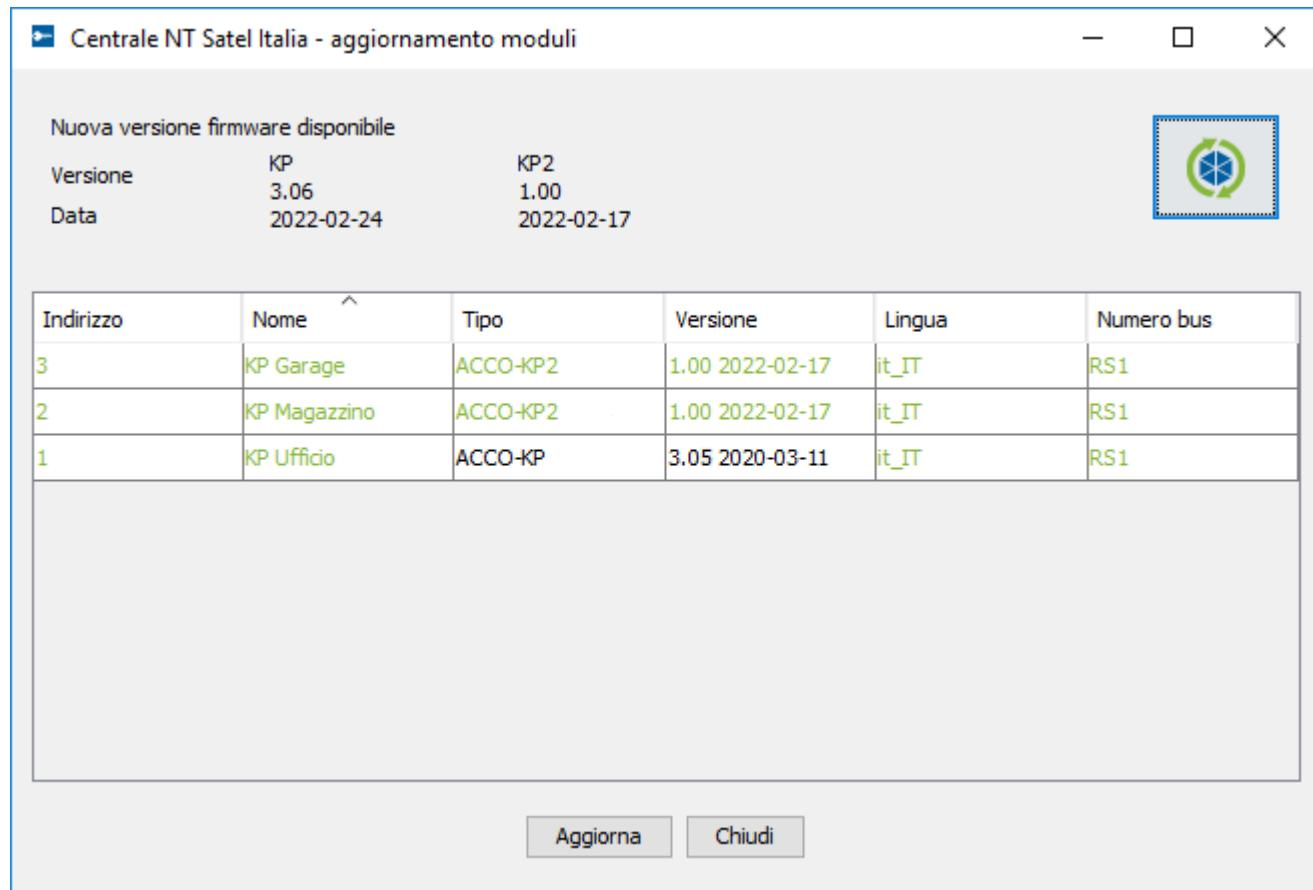

Fig. 23. Finestra aggiornamento firmware moduli controllo accessi.
- Nella finestra vengono visualizzate le informazioni sulle versioni firmware dei controller selezionati e le informazioni sulla nuova versione disponibile per ACCO-KP / ACCO-KP-PS / ACCO-KPWG / ACCO-KPWG-PS e ACCO-KP2 (vedi: fig. 23).